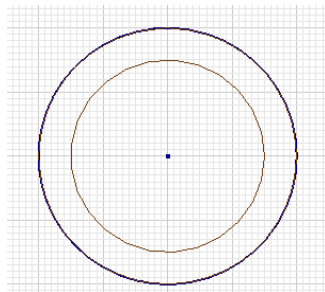

图 6-16 花键特征的草图
① 花键主体上的半圆柱状特征体是通过拉伸得到的，首先需要创建其草图截面轮廓。单击【视图】标签栏【外观】面板上的【视觉样式】下拉框将着色设置为【线框】以便于观察。然后在刚才新建的任何一个工作平面上单击右键，在打开菜单中选择【新建草图】选项，则新建草图，可以看到圆柱的轮廓投影到所建立的草图上，如图 6-16 所示。